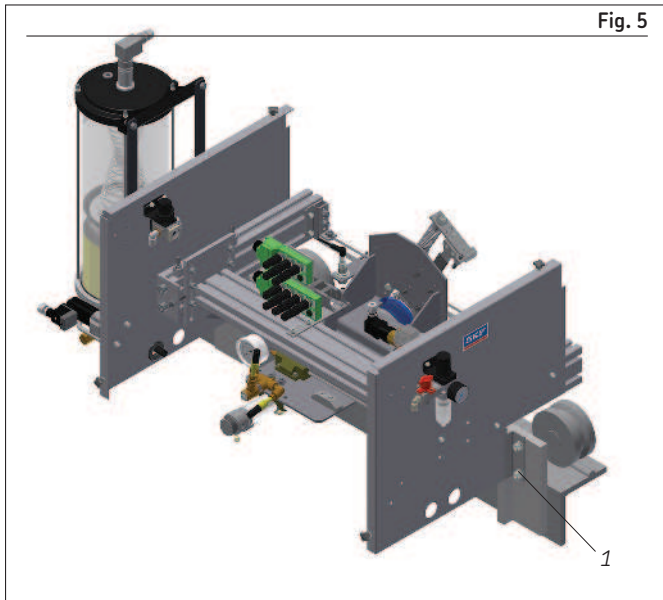

Fig. 5
El sistema de lubricación está instalado directamente sobre la cadena del transportador, sobre un riel específicamente (→ Fig. 5) adaptado.
El sistema GVP está fijado al riel por medio de las dos bridas de fijación (→ pos. 1 fig. 5). Cada brida dispone de dos orificios de fijación para tornillos ISO 4762 M10 de 20 mm de longitud.